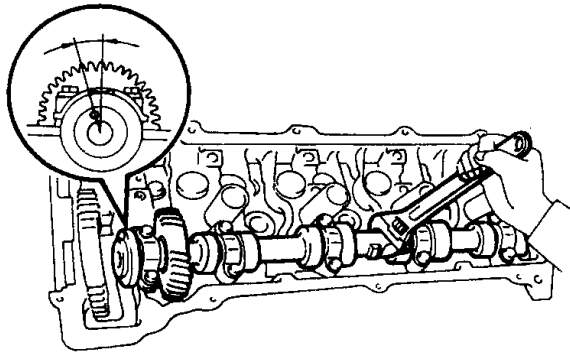

图 1-1-12 设定进气凸轮轴
④见图 1-1-12, 设定进气凸轮轴在上止点前 $5^\circ \sim 30^\circ$ 的角度上。